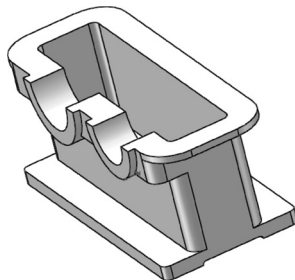

图 9-59 创建轴承安装孔
③ 创建切除拉伸实体。选择菜单栏中的“插入”→“切除”→“拉伸”命令，或单击“特征”控制面板中的“拉伸切除”按钮，系统弹出“切除-拉伸”属性管理器；在“深度”文本框中输入 120，然后单击“确定”按钮，完成实体拉伸切除的创建如图 9-59 所示。